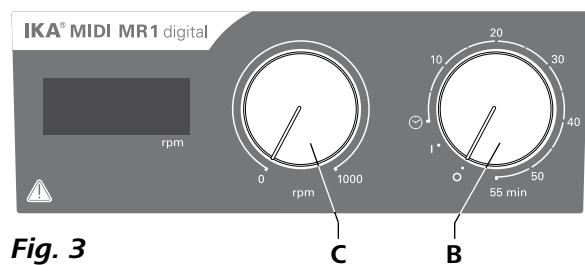

Fig. 3
☞ Para ligar o aparelho rode o botão rotativo "**On/Off**" e "**Timer**" (**B**, ver Fig. 3) no sentido dos ponteiros do relógio para a posição "**1**".
- ☞ Defina a rotação do motor com o botão regulador “Rotação” (C, ver Fig. 3). A rotação do motor pode ser regulada para 0 a 1000 rpm para **MIDI MR 1 digital** e para 0 a 600 rpm para **MAXI MR1 digital**.